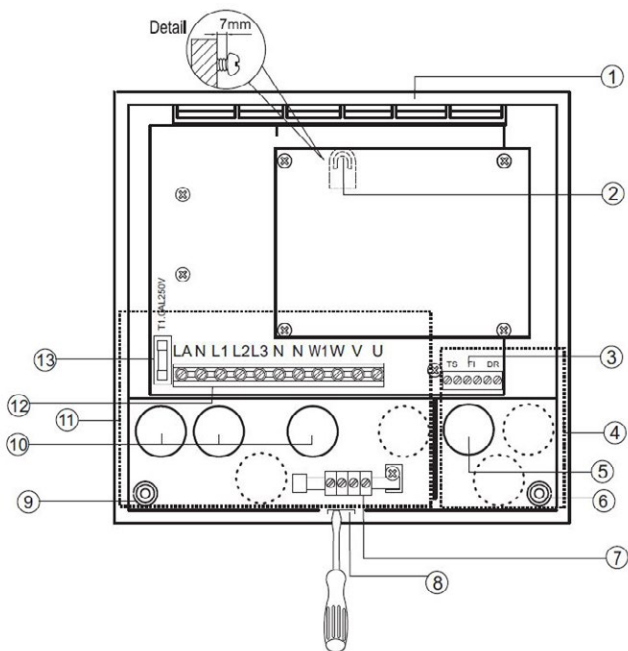

Abb. 2 Montage Saunasteuerung
1. Drücken Sie vorsichtig mit einem Schlitzschraubendreher auf (Abb. 2 / Pos. 8) und entfernen Sie die Abdeckung.
2. Schrauben Sie an der gewünschten Montageposition der Saunasteuerung die beiliegende Schraube fest und berücksichtigen Sie dabei einen Abstand von 7 mm zwischen Kabinenwand und Schraubenkopf (siehe Detail in Abb. 2).
4. Schrauben Sie nach Abschluss des elektrischen Anschlusses (siehe Kapitel 5.1) die beiden Schrauben in (Abb. 2) Pos. 6 und Pos. 9 ein.
1. Führen Sie die Leitungen des Ofenfühlers (F1) durch das Loch (Abb. 2 / Pos. 5) in den Niederspannungsbereich (Abb. 2 / Pos. 4) und schließen Sie diese gemäß Schaltplan (Abb. 4) an die Klemme (Abb. 2 / Pos. 3) an.
2. Führen Sie die Leitungen des (optionalen) Türkontaktschalters durch die Löcher (Abb. 2 / Pos. 5) in den Niederspannungsbereich (Abb. 2 / Pos. 4) und schließen Sie diese gemäß (Abb. 4) an die Klemme (Abb. 2 / Pos. 3) an. Hinweis: Der Türkontaktschalters ist nicht im Lieferumfang enthalten. Werkseitig ist an der Klemme „DR“ eine Brücke montiert.
3. Führen Sie die Leitung der Beleuchtung durch das Loch (Abb. 2 / Pos. 10) in den 230/400 V Spannungsbereich (Abb. 2 / Pos. 11) und schließen Sie diese gemäß (Abb. 4) an die Klemme (Abb. 2 / Pos. 12) an.
4. Führen Sie die Leitungen für den Anschluss des Saunaofens durch die Löcher (siehe Abb. 2 / Pos. 10) in den 230/400 V Spannungsbereich (Abb. 2 / Pos. 11) und schließen Sie diese gemäß (Abb. 4) an die Klemme (Abb. 2 / Pos. 12) an.
5. Schließen Sie die Erdungskabel an Klemme (Abb. 2 / Pos. 7) an.
Mit der Saunasteuerung n-2 können bis zu drei Stromkreise mit einer maximalen Leistung von 3,5 kW gesteuert werden. Optional kann die Steuerung mit einer Leistungserweiterung (Anschluss: Klemme W1, Abb. 2 / Pos. 12) auf 18 kW - 30 kW erhöht werden.
Sofern ein Türkontaktschalter verwendet wird, ist dieser gemäß den Anweisungen des Herstellers zu montieren. Der Anschluss des Türkontaktschalters erfolgt an die Klemmen DR (siehe Abb. 2 / Pos. 3). Werkseitig ist an der Klemme „DR“ eine Brücke montiert.